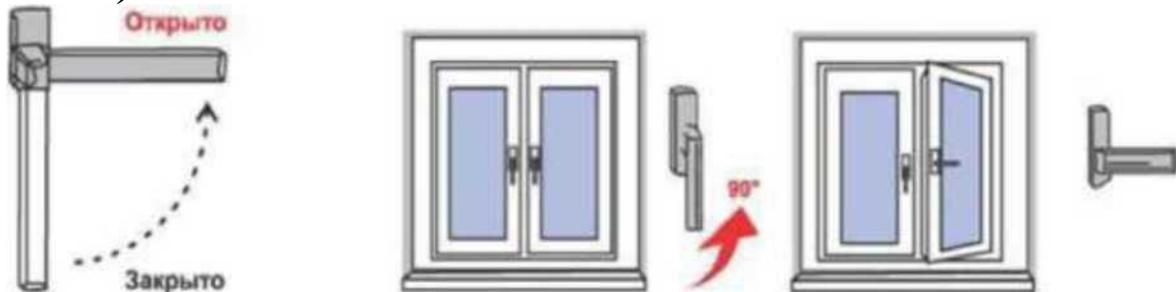

Рисунок 1.
2) Чтобы открыть (распахнуть) створку окна, ручку поворачивают на 90 градусов в горизонтальное положение (положение «Открыто» на Рис. 1). При повороте ручки закрытую створку слегка прижимают к раме другой рукой (чуть выше ручки). Затем, потянув за ручку, створку распахивают (*сплошной режим - поворотное открывание*).